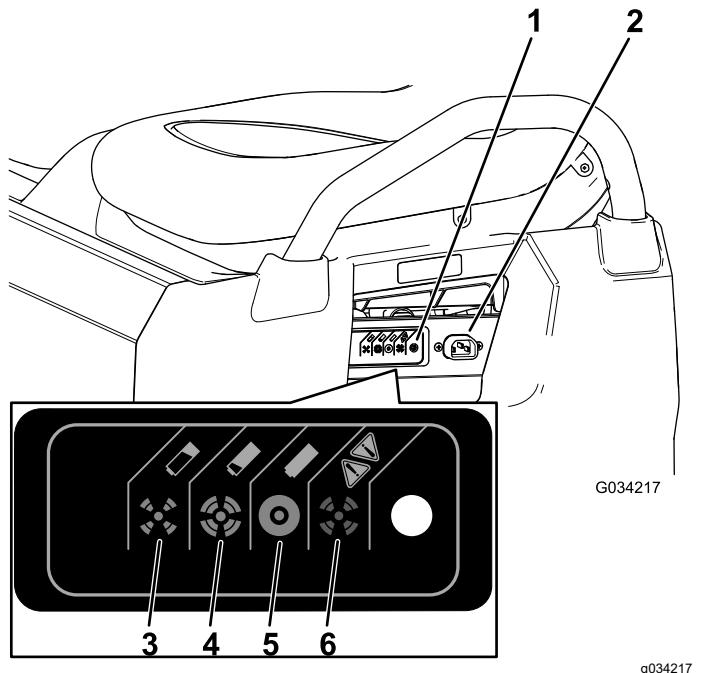

Figure 35
- Branchez un cordon de chargeur de **calibre 16 (ou de plus gros diamètre), de 2,5 m ou plus court** à la prise de charge de la machine (Figure 35).
Reportez-vous au tableau suivant et à la Figure 35 pour connaître la signification des différentes couleurs du voyant d'état du chargeur.